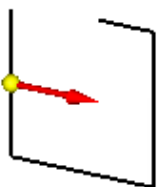

图 8.13.170 定义材料方向
(3) 定义材料厚度及方向。在“轮廓弯边”命令条中的 **厚度** 文本框中输入值 2.0, 并按 Enter 键; 将材料加厚方向调整至图 8.13.170 所示的位置后, 单击鼠标左键。
(4) 轮廓弯边的延伸量及方向。在命令条中单击“延伸步骤”按钮 ; 单击“对称延伸”按钮 , 输入延伸距离 1896, 单击鼠标左键。
(5) 单击 **完成** 按钮, 完成特征的创建。